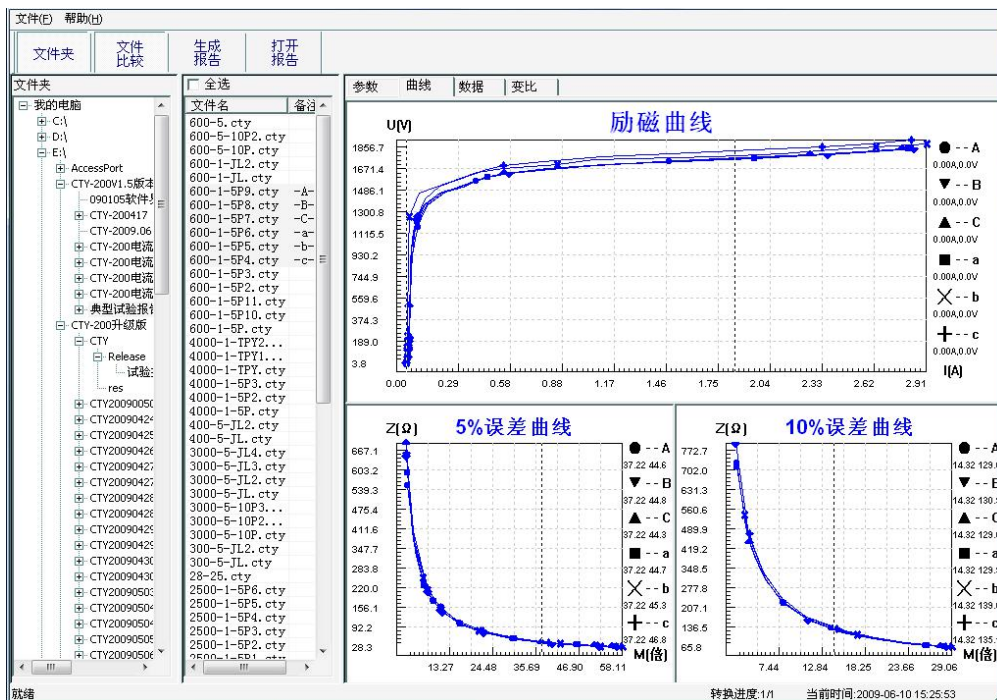

图 3.7 多个文件合并转换时曲线界面
- 1、选择文件：按下文件比较，用鼠标左键选择多个文件（鼠标右键取消选定），选定的文件会在备注栏中标注 A、B、C、a、b、c 字母，并在曲线页中显示多条曲线进行比较，如图 3.7。